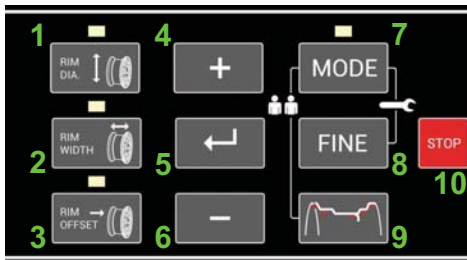

Figure 13a
Ejemplo para el código C0 (Fig. 13a)
- Pulse una vez la tecla **STOP** (10, Fig. 13a) para volver a la selección de códigos C, y dos veces para salir definitivamente y volver al modo operativo.